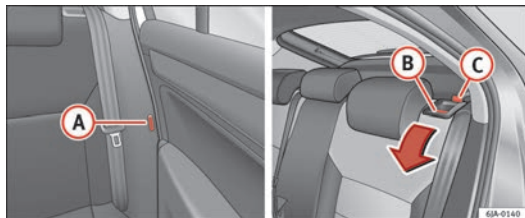

Abb. 73 Sitzlehne entriegeln
- Führen Sie die Schlosszunge des Sicherheitsgurts in die Öffnung (A) ⇒ Abb. 73 auf der jeweiligen Fahrzeugseite ein – Sicherheitsposition.
- Entriegeln Sie durch Drücken der Verriegelungstaste (B) die Rückenlehne und klappen Sie sie nach vorn.